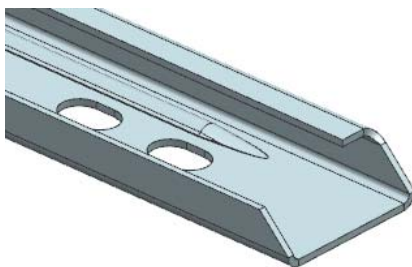

图 10-83 创建法向除料特征
(4) 返回到“法向除料”对话框，单击按钮，创建法向除料特征，如图 10-83 所示。